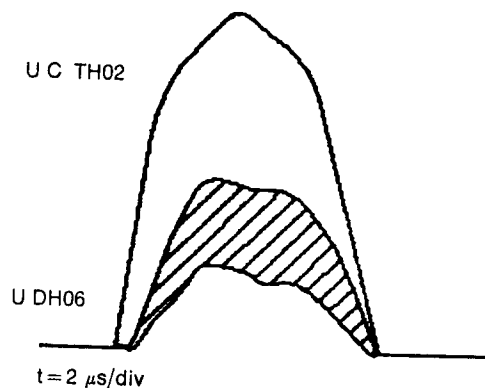

Fig. 2
- Öst-Väst spole. Anslut ett dubbelstråle oscilloskop till kollekt på TH02 och till katoden på DH06. Avstäm LG01 tills signalerna får samma pulsbredd (se fig 2).